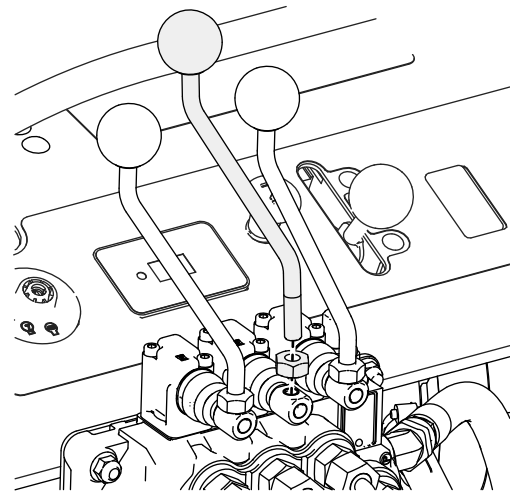

Figure 9
1. Montez la poignée sur le collecteur du distributeur de commande à l'aide de l'écrou hexagonal (M10), comme montré à la Figure 9.